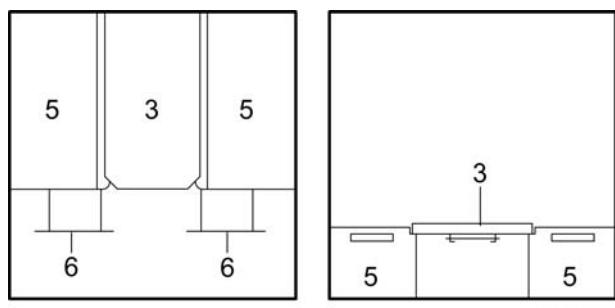

Fig. 84 Durante la trasformazione
- Estrarre la prolunga del cassone letto (Fig. 84,6).
- Collocare il piano del tavolo (Fig. 84,3) tra i due cassoni letto (Fig. 84,5).